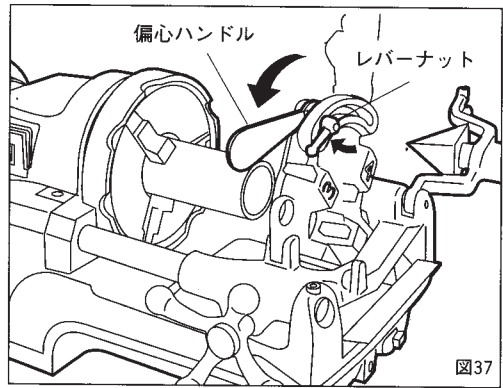

図37
① ねじ切りのサイズ寸法を合わせるには偏心台の目盛りを、ダイヘッドのサイズ目盛りのねじ切り寸法に合わせて、レバーナットを締めて固定してください。(図37)